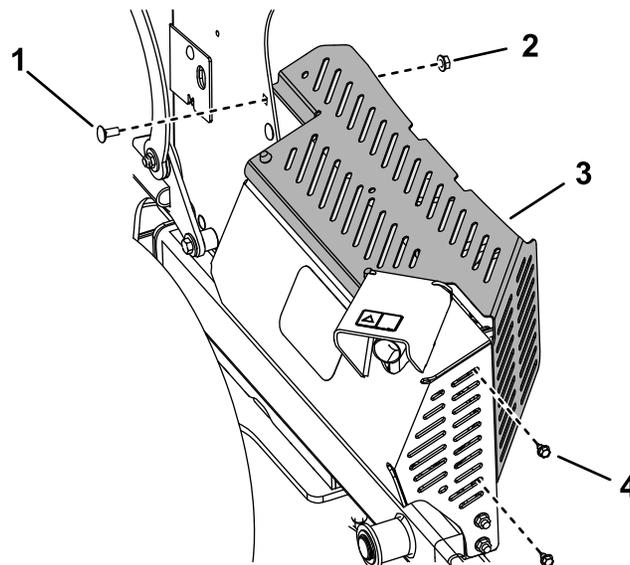

Figure 29
12. Déposez l'écran pare-chaueur (Figure 29).